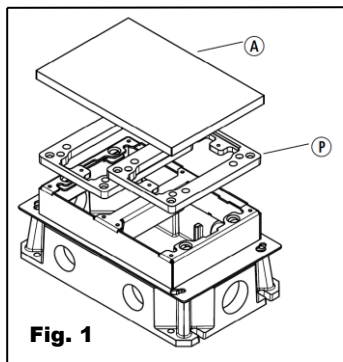
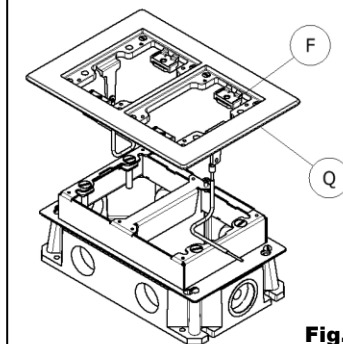

Fig. 1
Fig. 4
1. Enlever le couvercle pour béton A et le jeter. (FIG. 1)
4. Retirer les adaptateurs (P) de rebords non métalliques, les rebords de tapis métalliques (vendus séparément) S(A)5017GR ou le rebord SA/SB308x(W)(B) requis pour installer les couvercles.
5. Dans le cas du rebord plat Q SA/SB308x(W)(B), mettre celui-ci sur la boîte de plancher. S'assurer que la base du rebord repose entièrement sur la boîte de plancher et le plancher fini. (FIG. 4).
1. Quitar la tapa de hormigón A y desecharla. (FIG. 1)
4. Retire los adaptadores de la brida no metálicos P, las bridas metálicas para alfombras (adquiridas por separado) S(A)5017GR o la brida SA/SB308x(W)(B) son necesarias para la instalación de las cubiertas.
5. Para la brida plana Q SA/SB308x(W)(B), colóquela en la caja de piso. Asegúrese de que la base de la brida esté completamente asentada en la caja de piso y el piso terminado. (FIG. 4).